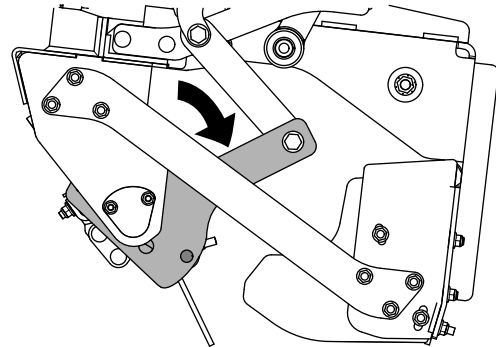

Figure 39
9. Réglez le basculement du porte-outil polyvalent selon vos besoins (Figure 39).